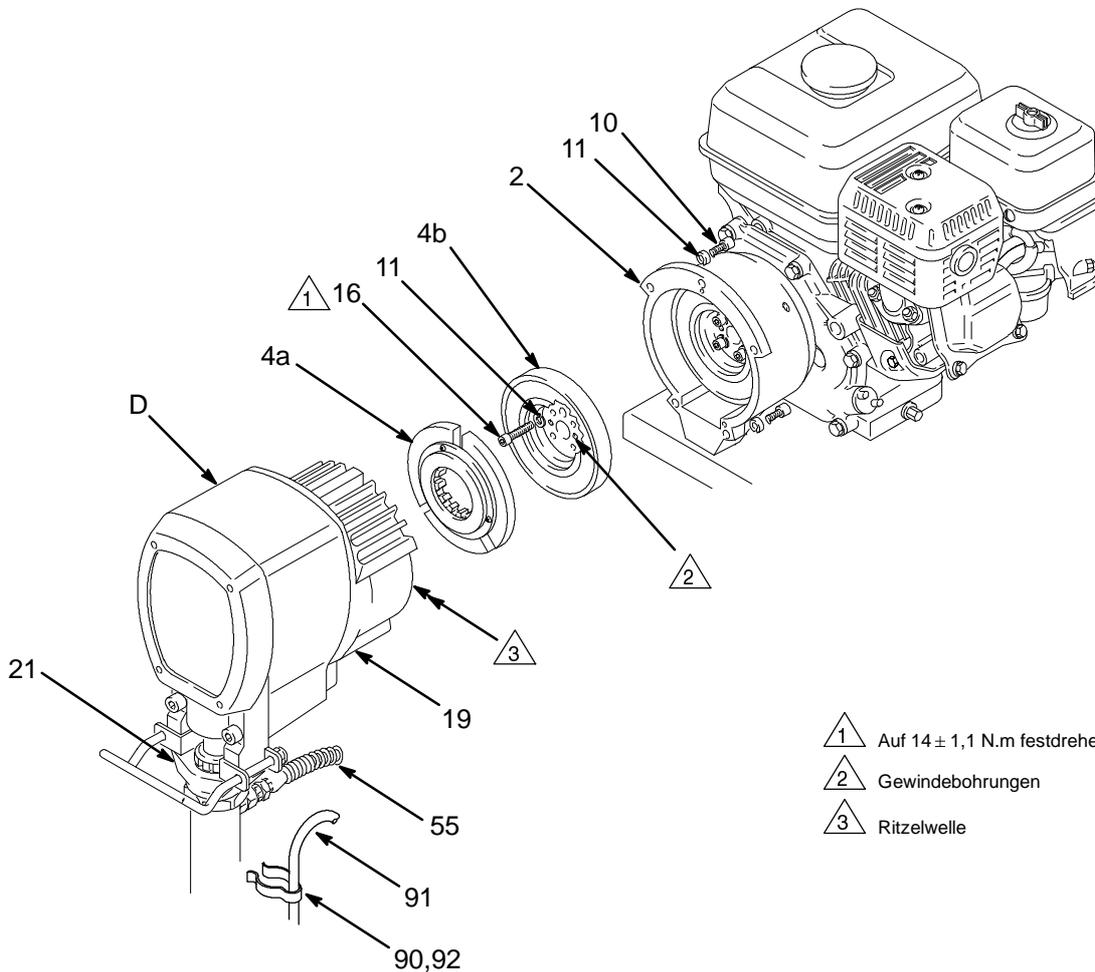

Abb. 16
2. Schlauch (55) von der Unterpumpe abnehmen. **Nur bei Modellen mit normalem Fahrgestell** den Spülschlauch (91) von der Pumpe abziehen.
3. Zuerst die beiden unteren Schrauben (10) vom Kupplungsgehäuse (2) abnehmen und dann die drei oberen Schrauben.
4. Mit einem Gummihammer leicht hinten auf das Lagergehäuse (21) klopfen, um den Block (D) vom Kupplungsgehäuse (2) abzulösen. Block abziehen, die Kupplungsscheibe (4a) löst sich dann automatisch. Kupplungsscheibe von der Ritzelwelle abnehmen.
5. Die vier Hutschrauben (16) entfernen. Zwei der Schrauben in die Gewindebohrungen der Kupplungsplatte (4b) eindrehen. Schrauben so weit abwechselnd eindrehen, bis die Kupplungsplatte herauskommt. Siehe Abb. 16.